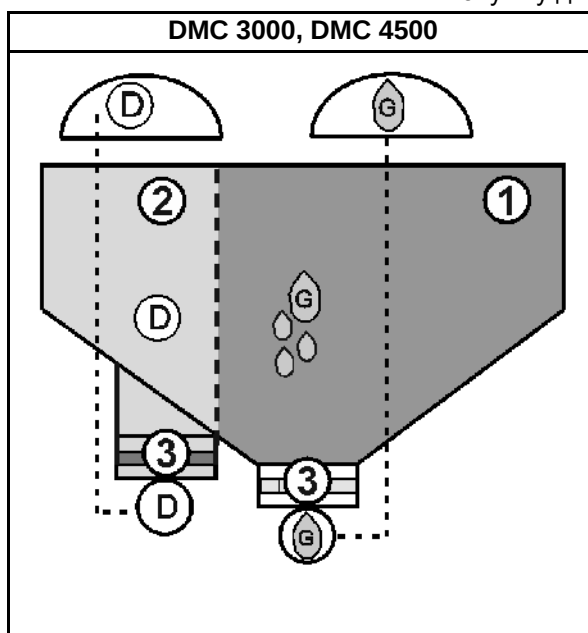
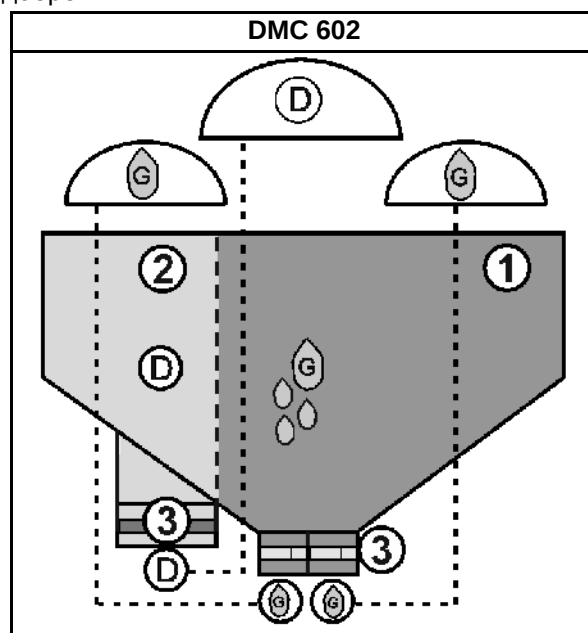

Рис. 30
Рис. 31
- Установите на дозатор (Рис. 30/3, Рис. 31/3) дозирующую катушку для удобрений.